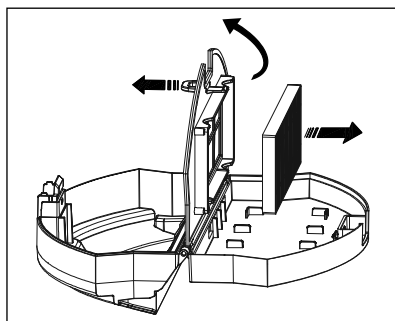

Fig. 10
- 4) Hold i flappen på sigtefilteret, og klap EPA-filterets **7** rum op. Tag EPA-filteret **7** ud af rummet (se fig. 10).